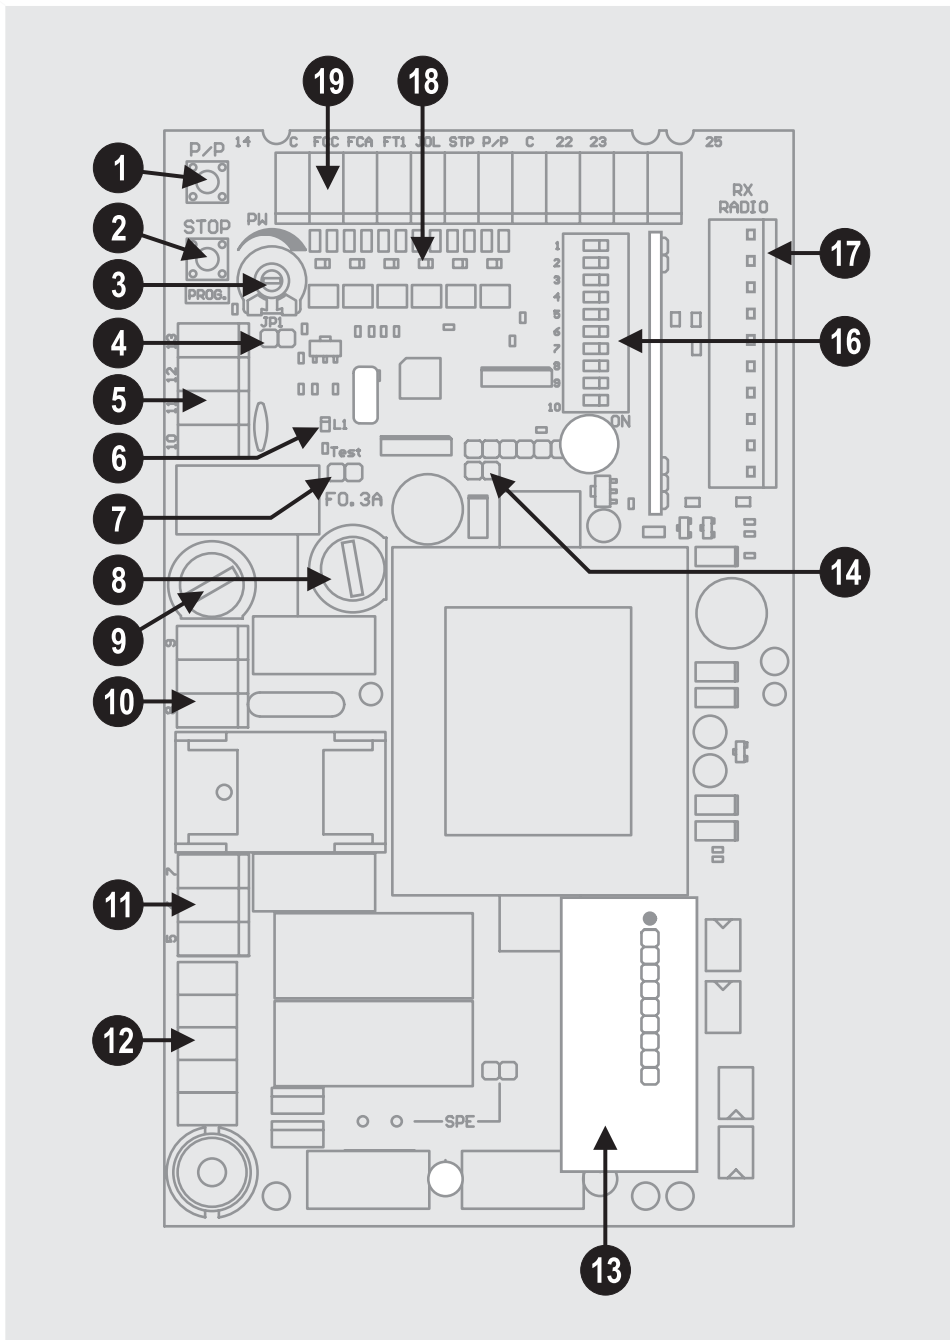

Fig. 1
- B - presser simultanément les poussoirs PP et STOP sur la centrale (détail 1 et 2 de fig. 1)
- D - le led L1 (détail 6 de fig. 1) signale brièvement que le passage a été effectué.
- **Mit dem befähigten Fototest und der Zentrale in Stand-By sind die Sender der Fotozellen nicht versorgt und der Eingang FT1 ist offen (LED ausgeschaltet). Unter dieser Bedingung kann auch der Betrieb der Fotozellen durch Kurzschließen des Test-Jumpers überprüft werden (Detail 7 der Abb. 1).**
BESCHREIBUNG DER TEILE IN Abb. 1